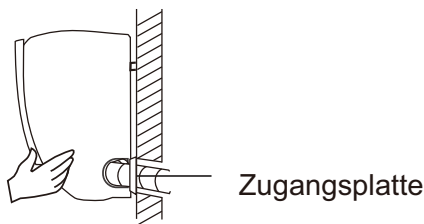

Abb. 3.3
2. Wenn das Wandloch hinter der Einheit liegt, dann behalten Sie die Zugangsplatte am Ausgangsort. Wenn das Loch neben der Inneneinheit liegt, legen Sie die Wandzugangsplatte neben die Einheit (Siehe **Abb. 3.3**) Dadurch entsteht Raum für die spätere Verlegung der Rohre aus der Einheit. Verwenden Sie eine filigrane Greifzange, sollte die Zugangsplatte von Hand schwer erreichbar sein.